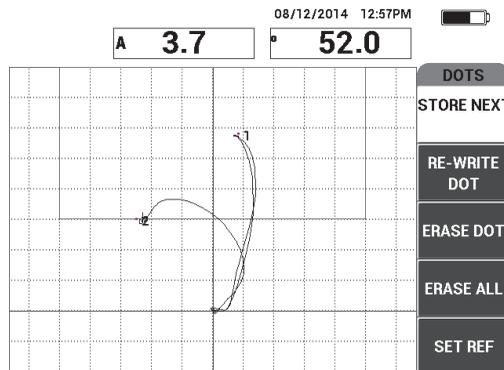

Abbildung 6-49 Zweiter aufgezeichneter Punkt
7. Führen Sie die Sonde langsam über die zweite Ablösung und drücken Sie dann auf **NÄCH.SPEICH**, um den zweiten Punkt zu speichern (siehe Abbildung 6-49 auf Seite 171).